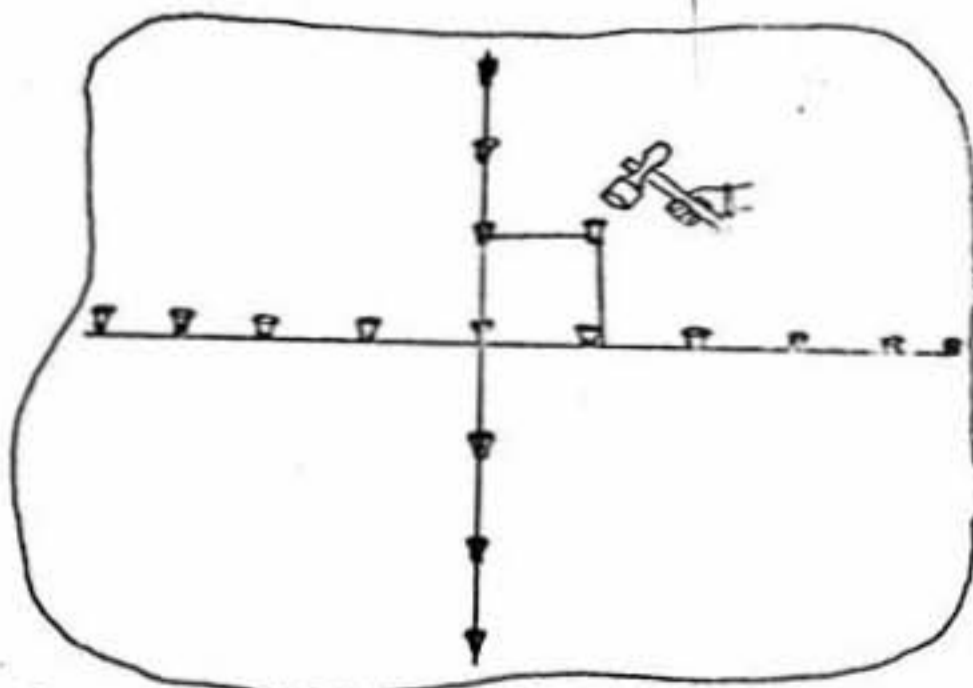

Fig.5
- g Clave una estaca en la unión de las dos varas por el interior del cuadro, (Fig.5).